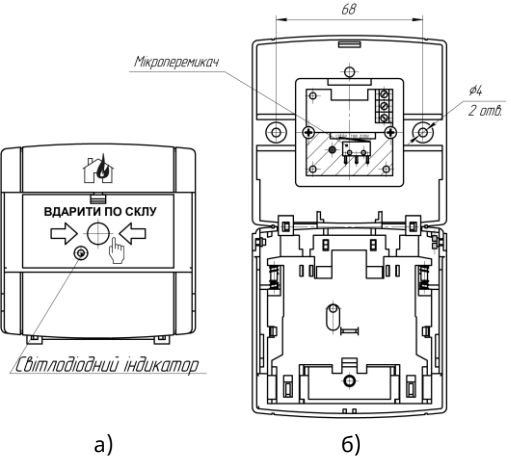
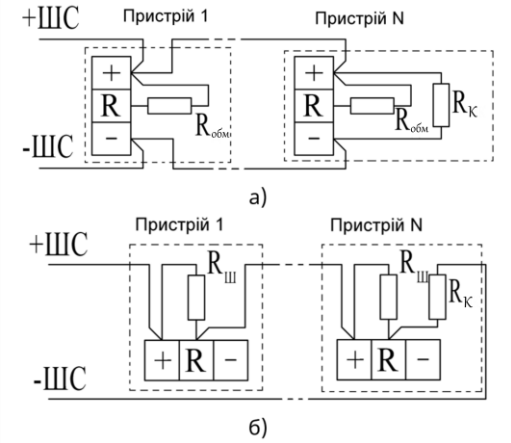

Рисунок 3.1 – Зовнішній вигляд (а) та внутрішня компоновка (б) сповіщувачів
Рисунок 3.2 – Схема підключення сповіщувачів:
3.1 Для монтажу необхідно відкрити сповіщувач натисканням ключа на защіпку у верхній частині його корпусу, протягнути дроти всередину і закріпити сповіщувач на стіні приміщення за допомогою дюбелів та гвинтів (див. Рис. 3.1б). Підключення сповіщувача виконується згідно зі схемою, наведеною на Рис. 3.2. Рекомендований переріз дротів від 0,28 мм² до 1,0 мм².